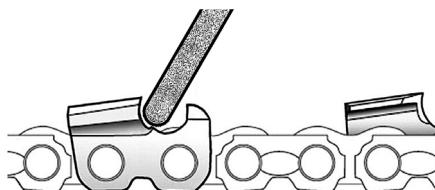

Рис. 16 Регулировка глубины заточки
6. Не включая электродвигатель, возьмитесь за рукоятку управления, затем плавно опустите заточкой диск и переместите цепь так, чтобы заточкой диск попал в выемку зуба и уперся в нее (Рис. 16).